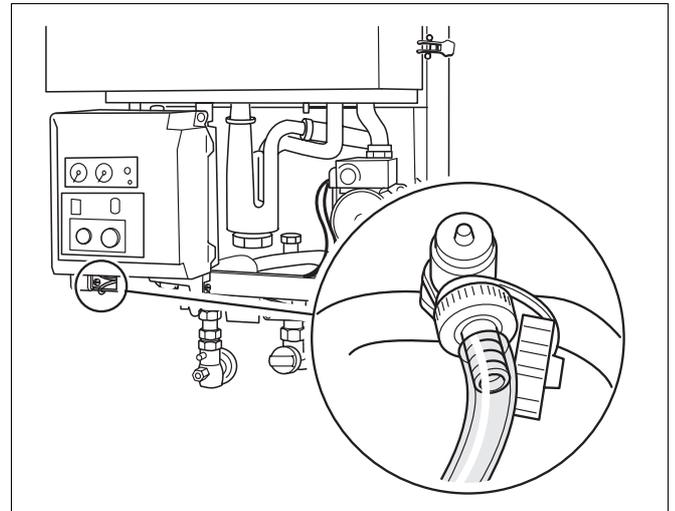

Fig. 10 Remplir l'installation de chauffage
- Raccorder le tuyau rempli d'eau sur le robinet de remplissage et de vidange (fig. 10) et ouvrir ce robinet à l'aide de la clé à quatre pans (joint à la livraison).